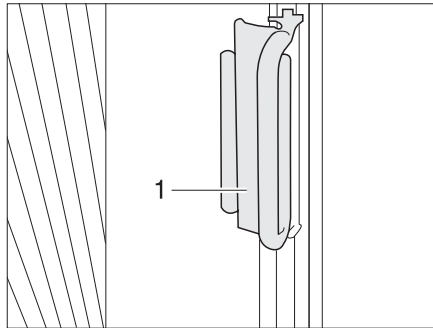

Fig. 26 Dispositif de verrouillage pour dispositif occultant plissé pour la fenêtre côté conducteur/passager
- Pousser sur la pièce de fixation les dispositifs occultants plissés pour les fenêtres côté conducteur et côté passager avec la poignée (Fig. 26,1). Le dispositif occultant plissé est bloqué.